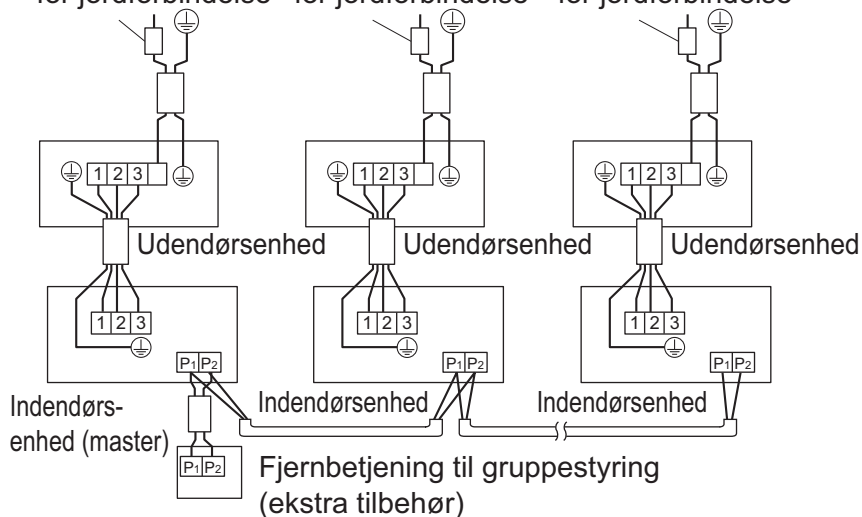

Fig. 35
- **Gruppestyring:** 1 fjernbetjening styrer op til 16 indendørsenheder (Alle indendørsenheder styres af denne fjernbetjening). (Se fig. 35)
- (1) Fjern dækslet på kontrolboksen. (Se "9. TILSLUTNING AF LEDNINGER OG EKSEMPLER HERPÅ".)
- (2) Før ledningerne på kryds mellem terminalerne (P1, P2) inden i kontrolboksen til fjernbetjeningen. (Ingen polaritet). (Se fig. 35 og tabel 3)